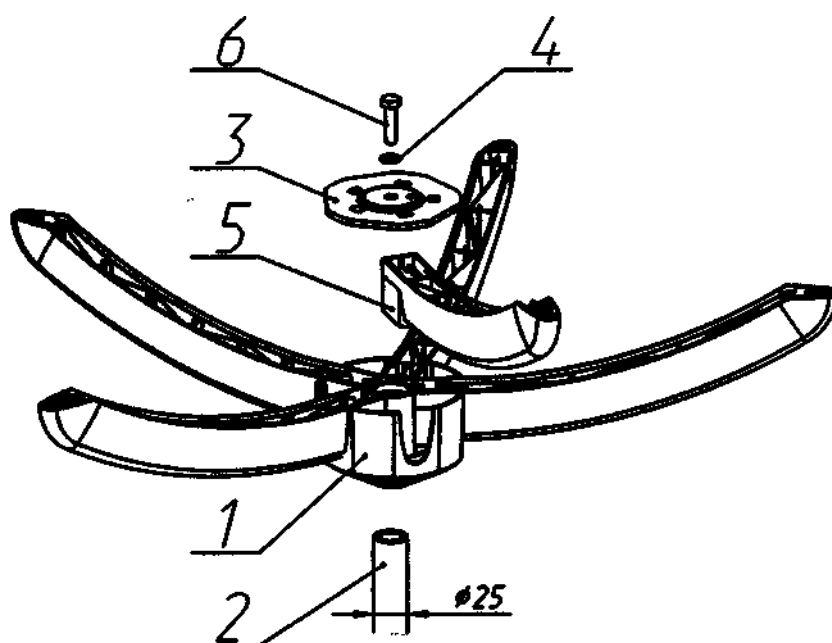
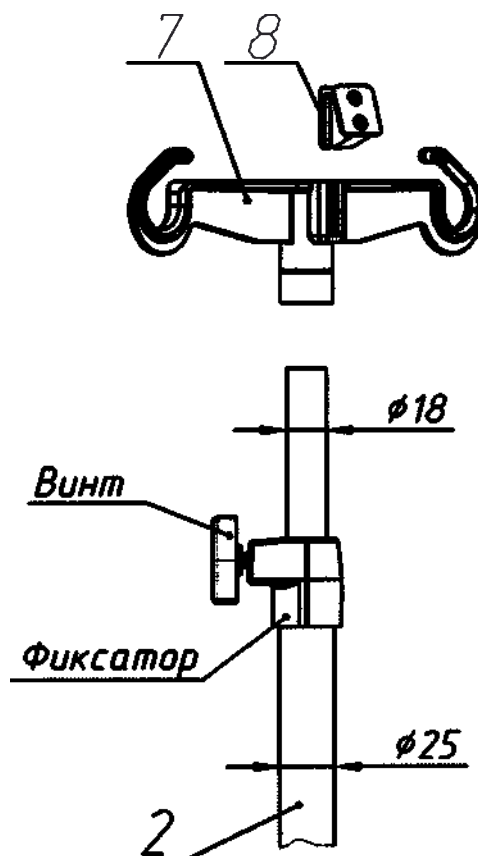

Рис. 1
Рис. 2
Порядок сборки стойки представлен на рис. 1 и рис. 2.
1. Установите на трубу $\varnothing 25$ мм штанги (2) основание (1) до упора (рис. 1).
2. Установите опоры (поз. 5) в пазы основания (1) (рис. 1).
3. Установите диск-фиксатор (3) выступающими бороздками внутрь в основание (1). Бороздки диска-фиксатора должны быть расположены посередине опор (5) (рис. 1).
4. Зафиксируйте диск-фиксатор (3) болтом М8 (6) через стопорную шайбу (4) (рис. 1). Для затяжки болта М8 (6) используйте ключ S-13 (9). Усилие затяжки — 15 Н×м.
5. Установите на трубу $\varnothing 18$ мм штанги (2) коромысло (7) до упора, слегка заколачивая (рис. 2). В отверстии коромысла имеются ребра, обеспечивающие плотную посадку на трубу.
6. Установите в паз коромысла (7) крепление (8) до упора, слегка заколачивая (рис. 2). Крепление плотно и надежно фиксируется в пазу коромысла.
- 4.1. исправность и надежная работа фиксатора штанги (рис. 2);
Положение прибора по высоте регулируется за счет перемещения трубы $\varnothing 18$ мм штанги и фиксируется при помощи фиксатора штанги (рис. 2). Винт фиксатора штанги необходимо затягивать так, чтобы он надежно и плотно фиксировал положение прибора и аксессуаров, размещенных на стойке.